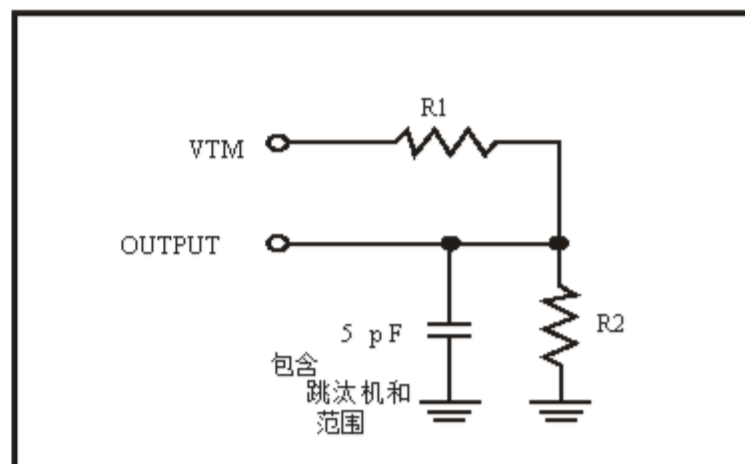

图2
2. 用图 2 中的负载进行测试. 从稳态电压测量转换为 ±500 mV, 未经 100% 测试。
3. 用图2中的负载进行测试. 从稳态电压测量转换为±500 mV. 未经100%测试.